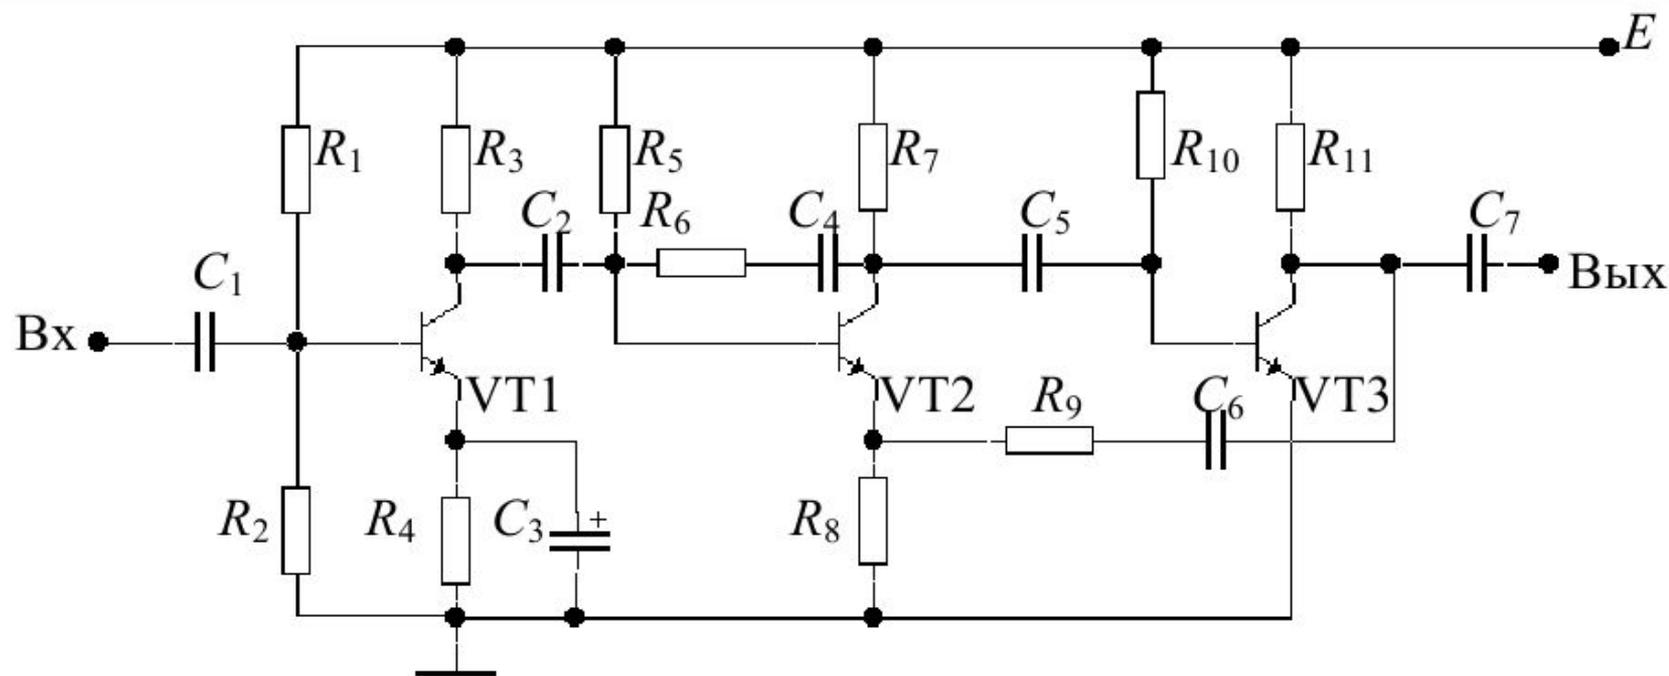

Рисунок 4.7 – Схема усилителя с несколькими цепями обратной связи
- ∞ если U_c и U_{cb} подаются на один и тот же электрод, они оказываются параллельными – параллельная обратная связь (цепь R_6, C_4 на рис. 4.7);
- ∞ если U_c и U_{cb} подаются на разные электроды, со стороны входных зажимов они оказываются последовательными – последовательная обратная связь (сопротивление R_8 на рис. 4.7).